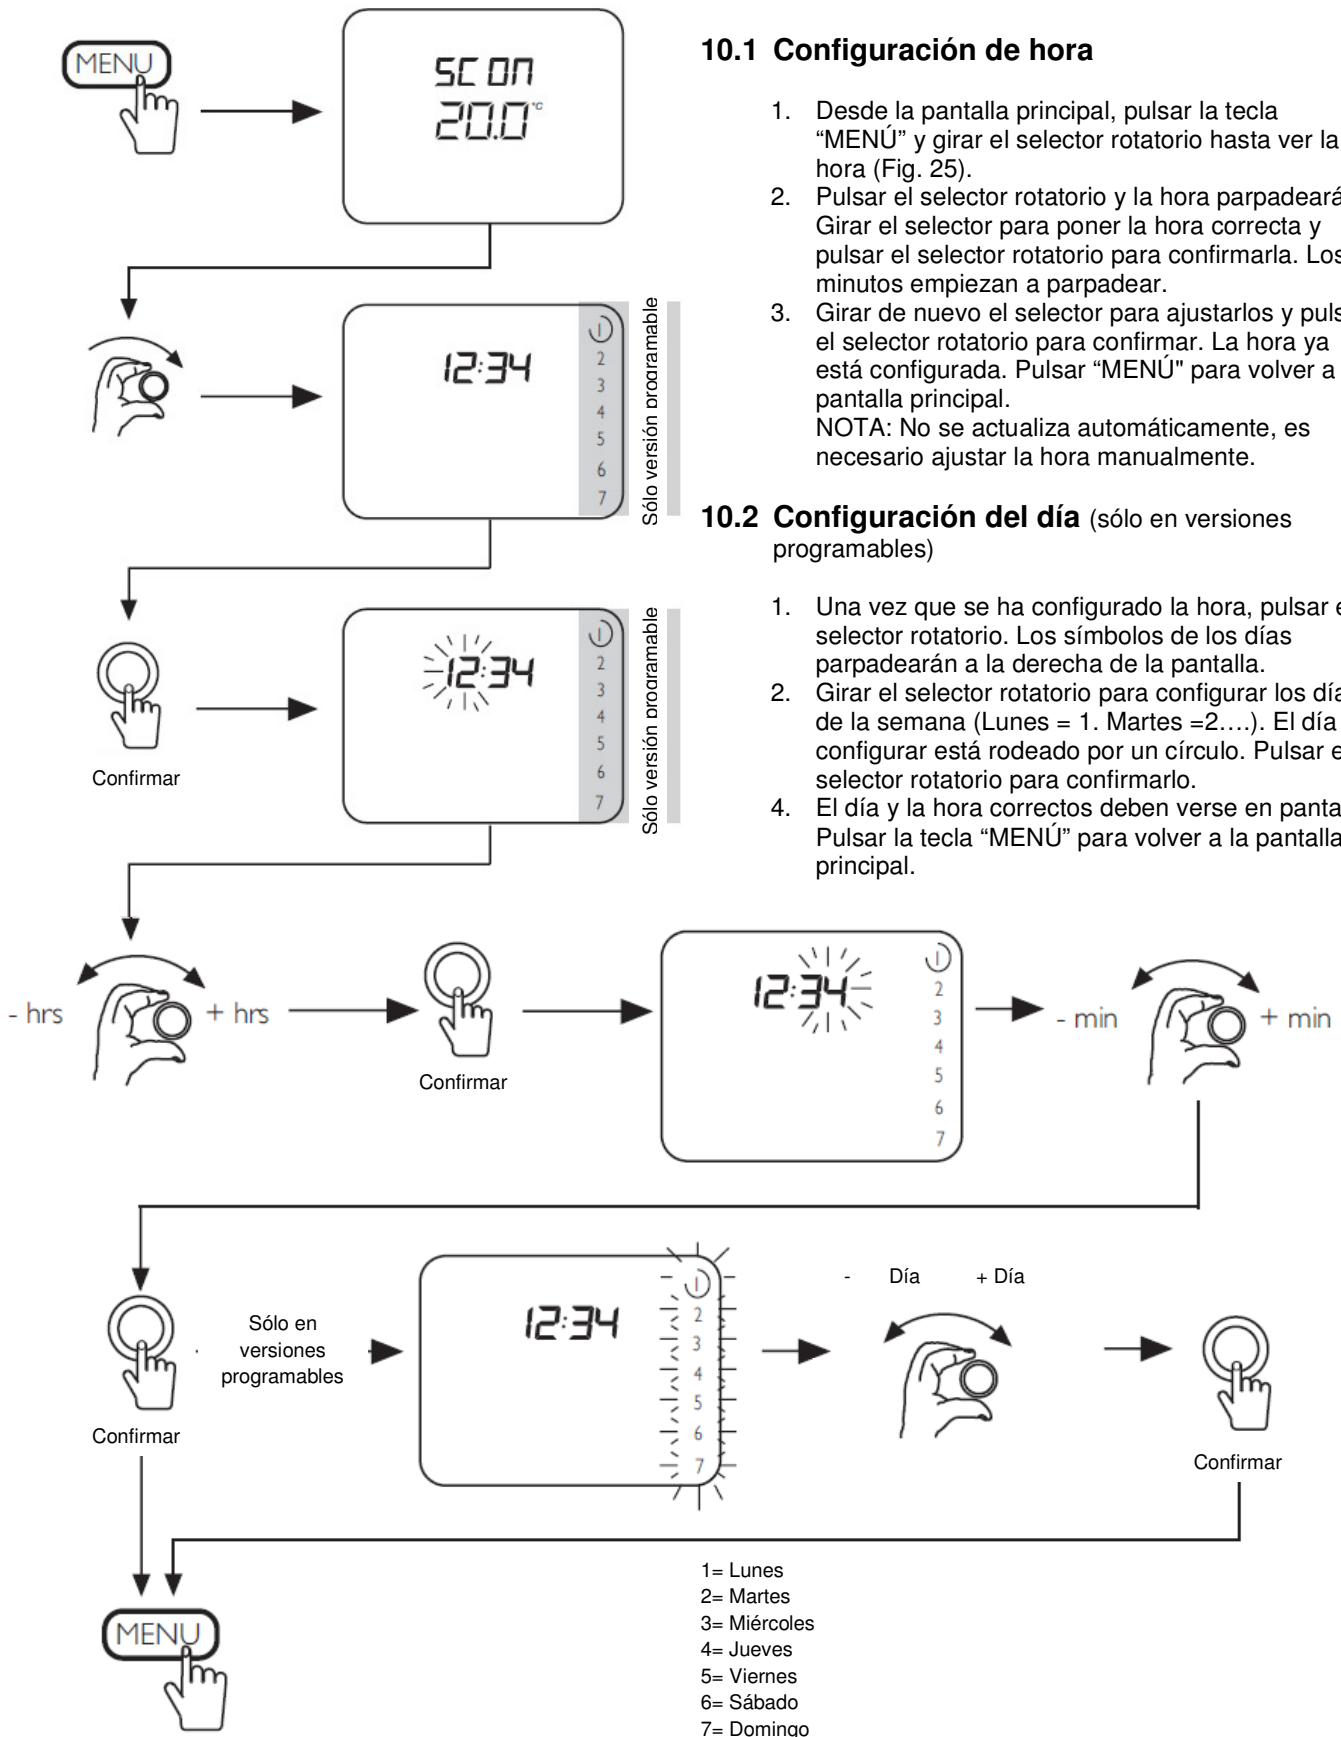

Fig. 25: Configuración horaria y diaria
1. Desde la pantalla principal, pulsar la tecla "MENÚ" y girar el selector rotatorio hasta ver la hora (Fig. 25).